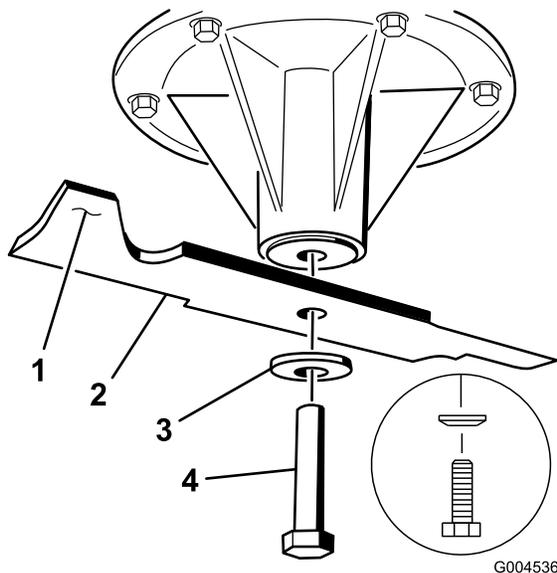
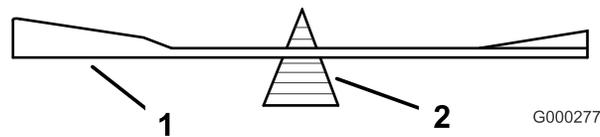

図 78
図 80
2. スピンドルのシャフトからブレードボルト、湾曲ワッシャ、ブレードを取り外す (図 78)。
2. ブレード balancer (図 80) を使ってバランスを調べる。ブレードが水平に停止すればバランスがとれているからそのまま使用してよい。もし傾くようなら、重い方の裏面を少し削って調整する (図 78)。バランスがとれるまで調整する。